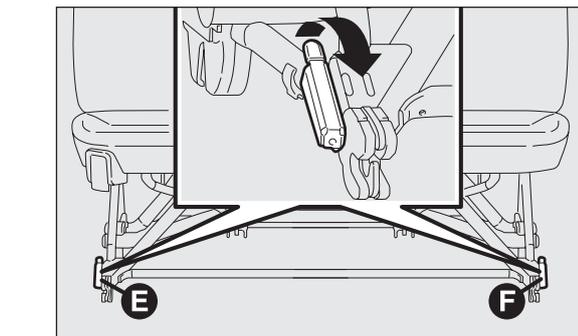

fig. 37
- dalla posizione verticale, agire sulle leve E e F-fig. 37 ruotandole verso l'alto;